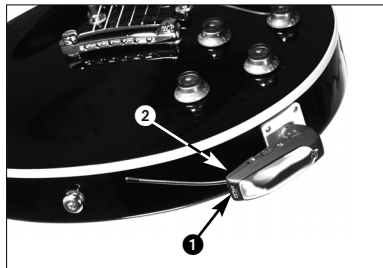

Fig. 5: Estabilizar el transmisor
1. Desatornille la clavija jack (1) del transmisor (2).
2. Atornille el conector adaptador (3) en el conector de rosca (4) del transmisor (2).
4.4 Estabilización del transmisor (véase Fig. 5)